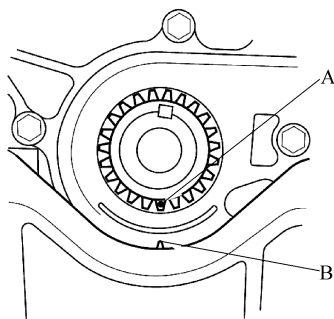

图 2-73 TDC 标记对准机油泵上指针
1) 将曲轴置于上止点(TDC)。将曲轴链轮上的 TDC 标记(A)与机油泵上的指针(B)对准, 见图 2-73。